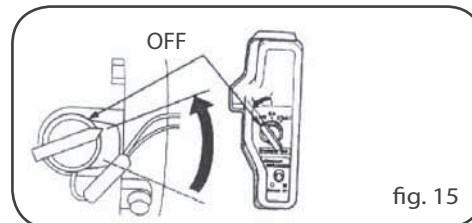

fig. 15
1. Portare l'interruttore del motore in posizione "OFF" (Fig. 15).